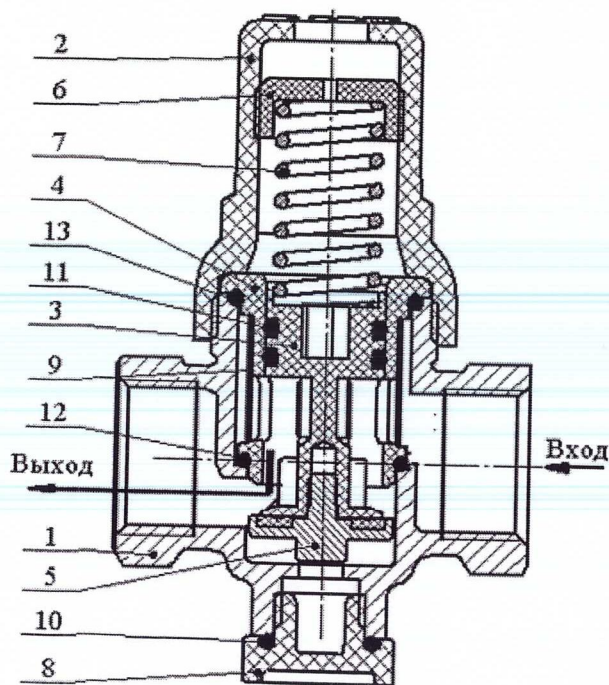

Рис. 1 Регулятор давления воды квартирный КРДВ 15
**3.3** Очистку сетки-фильтра (9) проводить в следующем порядке:
- снять крышку (2), вынуть блок регулировки.
**ВНИМАНИЕ!** На крышку (2) воздействует пружина (7), поэтому перед её откручиванием необходимо обеспечить поджатие крышки.
- снять сетку-фильтр (9) и промыть ее до полного удаления осадка, при необходимости использовать кисть;
- установить сетку-фильтр на место, вставить блок регулировки в корпус регулятора (1), при этом уплотнительные кольца должны быть установлены согласно рис.1;
- установить пружину и завернуть крышку на корпус так, чтобы стакан (4) был поджат и с помощью резинового кольца (13) обеспечивал герметичность регулятора относительно внешней среды.